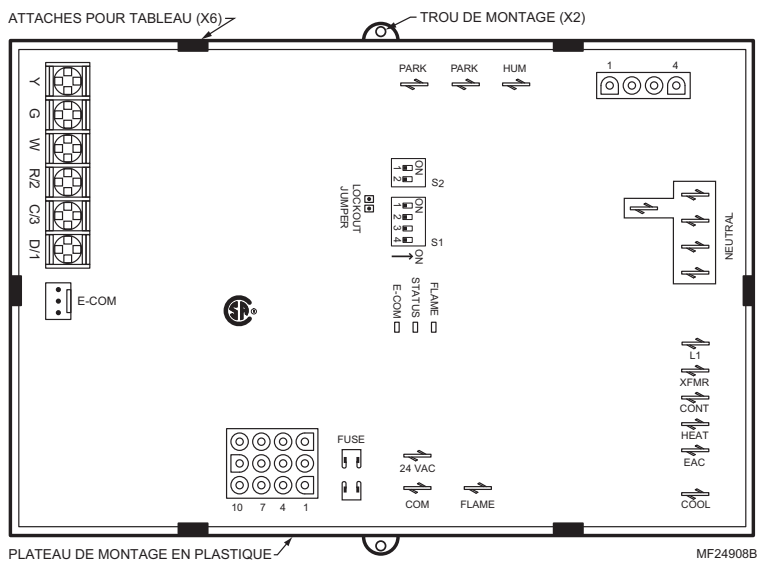

Fig. 4. Orientation d'un montage type illustrant les connexions de câblage et les composants du régulateur d'appareil de chauffage intégré S9200U1000 universel.
5. Le S9200U1000 peut être monté verticalement ou dans n'importe quelle orientation. Voir la fig. 4 à la page 9 pour connaître l'orientation d'un montage type.
Vérifiez le schéma de câblage (fig. 4 à la page 9) et le schéma fourni par le fabricant de l'appareil pour connaître toutes les désignations de bornes. Les tableaux 5 et 6 présentés à partir à la page 8 décrivent les connexions de câblage pour les installations de classes 2 et 1.
Les paramètres sur site et de sécurité peuvent être réglés en utilisant des commutateurs DIP S1 et S2. Reportez-vous à la fig. 4 à la page 9 pour connaître l'emplacement des deux blocs-commutateurs.
Cavalier (voir la fig. 4 à la page 9)	Retirez le cavalier pour activer